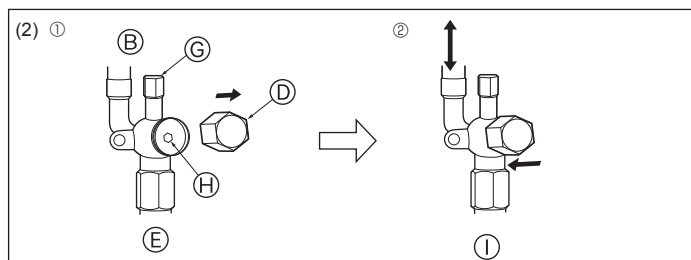

Fig. 4-13
- Lado del líquido (Fig. 4-13)